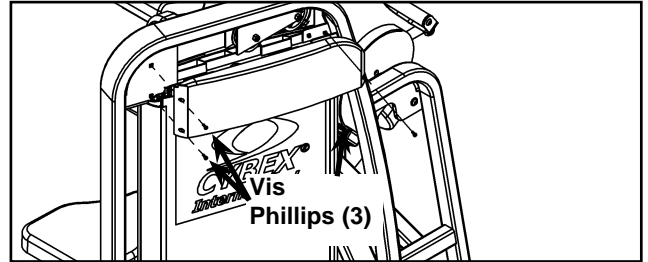

Figure 2
- E. Enlevez les trois vis Phillips qui fixent le capot supérieur (arrière) et retirez le capot avec précaution. Reportez-vous à la figure 2.